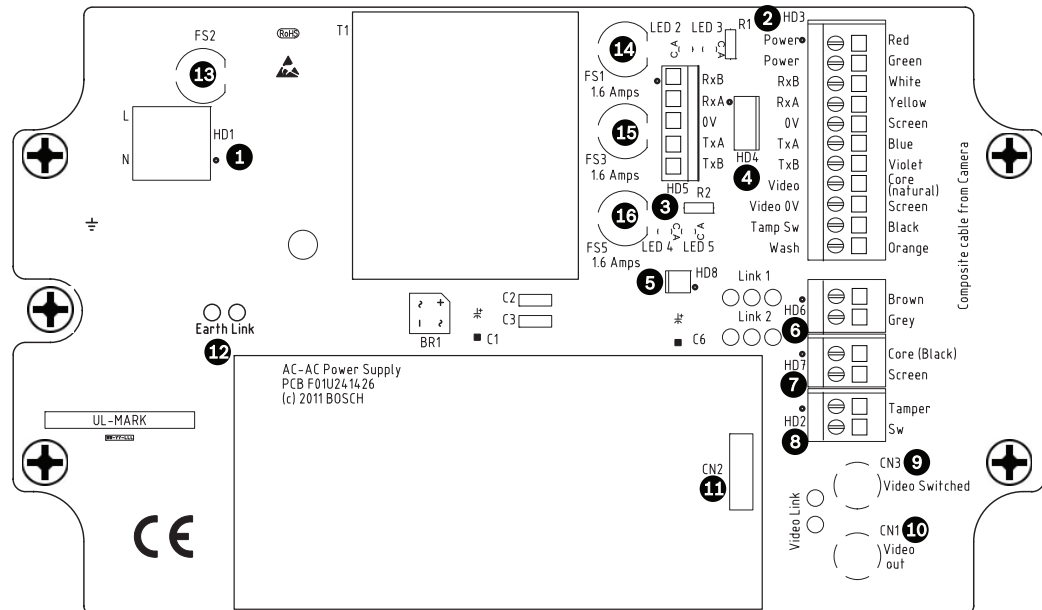

Bild 4.3 Anordnung von MIC-240PSU-2 und MIC-115PSU-2
Die MIC Netzteile für MIC612 Kameras verfügen über vier (4) in Sicherungshalterungen untergebrachte 20-mm-Sicherungen (Nr. 13 - 16 in *Bild 4.3*). Die Bemessungsströme dieser Sicherungen sind auf der Sekundärseite (niedrige Spannung) konstant, auf der Primärseite (hohe Spannung) jedoch von der Eingangsspannung abhängig. Die folgende Tabelle enthält die Sicherungswerte, die für einen angemessenen Schutz für die MIC-240PSU-2- und MIC-115PSU-2-Netzteile erforderlich sind. **Hinweis:** FS4 ist nicht vorhanden.